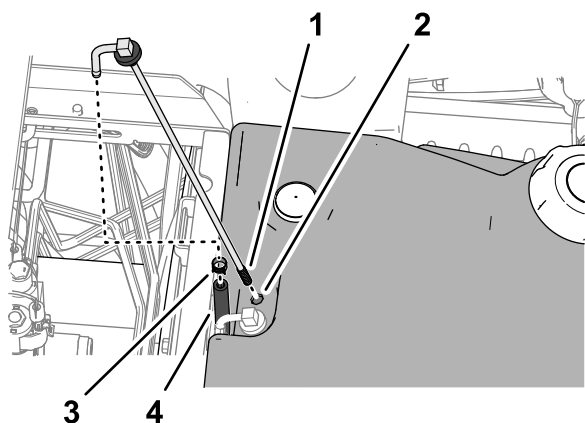

Figura 85
- Retire la abrazadera que sujeta la manguera al tubo de aspiración de combustible (Figura 85).
- Limpie el filtro del extremo del tubo de aspiración de combustible (Figura 85).